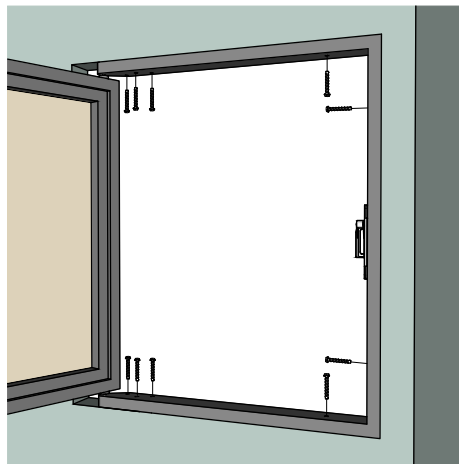

Рис. 10
3) Откройте створку люка и зафиксируйте раму люка к проёму крепежными элементами сверху, снизу, со стороны замка (Рис.10).